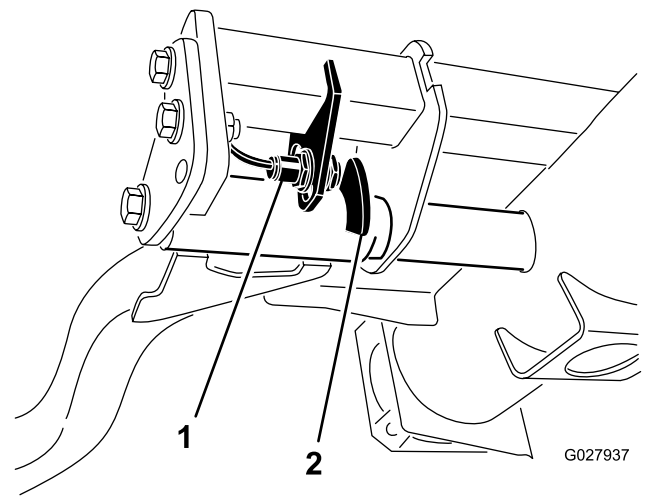

Figura 39
2. El interruptor del brazo de elevación está situado debajo del depósito de aceite hidráulico y detrás del brazo de elevación delantero derecho (Figura 39).